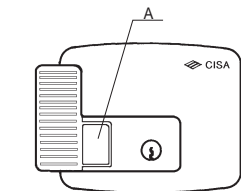

FIG. 3
- To operate the "STOP DEVICE" (series 11551, 11560, 11630, 11631, 11731, 11931), press push-button A and block it by turning the key (fig. 3).
- Pour engager le "CLIQUET DE CONDAMNATION" (série 11551, 11560, 11630, 11631, 11731, 11931), presser le bouton A et le verrouiller en tournant la clé (fig. 3).
- Para activar el "PASADOR DE BLOQUEO" (serie 11551, 11560, 11630, 11631, 11731, 11931), oprimir el pulsador A y bloquearlo girando la llave (fig. 3).
- Для подключения режима «БЛОКИРОВКА ОТКРЫТОЙ ДВЕРИ» (серии 11551, 11560, 11630, 11631, 11731, 11931) нажать на кнопку «А» и заблокировать ее, повернув ключ (рис. 3).